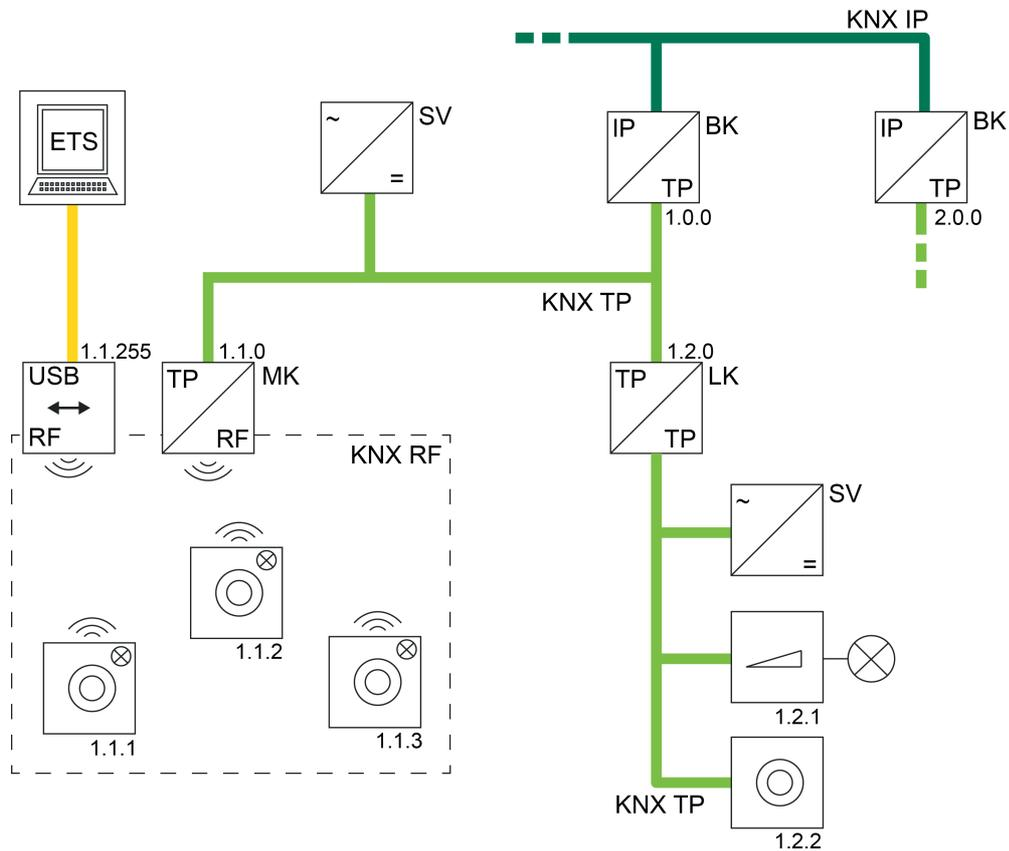

Bild 40: Beispiel einer möglichen KNX-Topologie mit einer KNX RF USB-Datenschnittstelle
- Verwendung einer KNX RF USB-Datenschnittstelle (Bild 40):